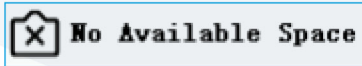

Figure 6-2
2. Lorsque "insuffisant available space" s'affiche en appuyant sur le bouton snap, en enregistrant des vidéos et en prenant des photos à heure fixe (figure 6-2) : veuillez trier l'espace de la micro carte SD sur l'ordinateur avant d'insérer la carte pour l'utiliser